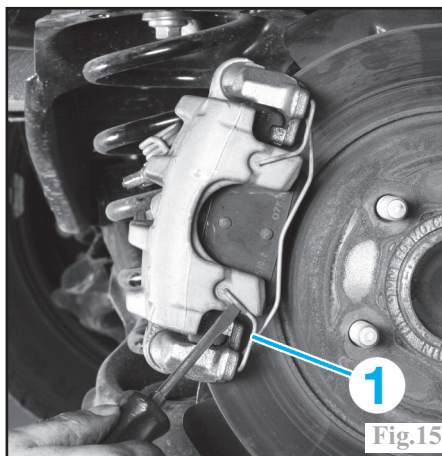

Fig.15
Déposer le ressort de l'étrier (1) (Fig.15).